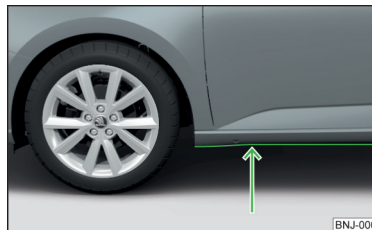

Abb. 216
- › Daher vor einer Wasserdurchfahrt die Wassertiefe feststellen. Der Wasserstand darf maximal an die Unterseite des Unterholms reichen » Abb. 216.